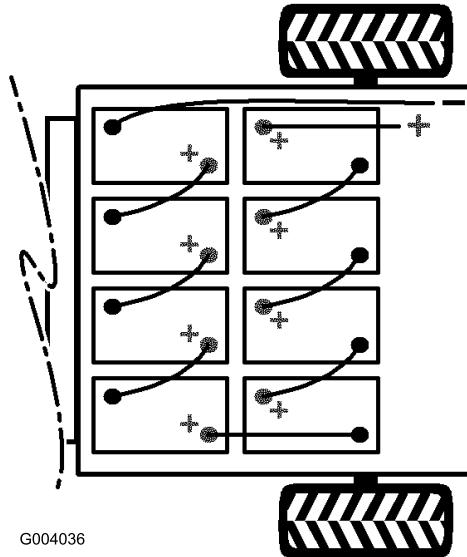

図 29
2. バッテリーと車体を接続している長いマイナス・ケーブル（黒）をバッテリー端子から外す（図 29）。
3. バッテリーと車体を接続している長いプラス・ケーブル（赤）をバッテリー端子から外す（図 29）。
注 バッテリーを新しく積み込む場合には、極性に十分注意してください（図 29）。
9. 図 29 に示すように、先ほど外したバッテリー・ケーブルで、バッテリーを相互に接続する。
10. プラスのメイン・ケーブル（赤）でバッテリーを車両に接続する（図 29）。
11. マイナスのメイン・ケーブル（黒）でバッテリーを車両に接続する（図 29）。